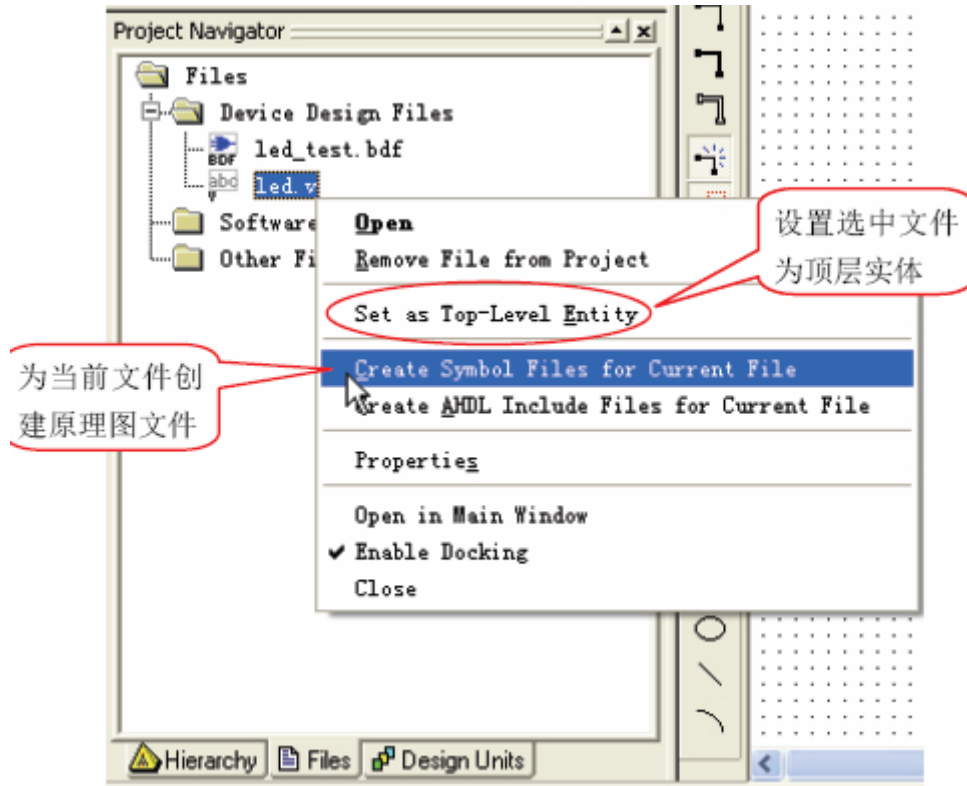

图 2.12 生成原理图文件
a. 如图 2.12 所示，在Project Navigator窗口的Files标签中的led.vhd文件单击鼠标右键，在弹出的菜单中点击Set at Top-level Entity选项。将led.vhd设置为顶层实体。
(2) 从设计文件创建模块
如图 2.12 所示，在Project Navigator窗口的Files标签中的led.vhd文件单击鼠标右键，在弹出的菜单中点击Create Symbol Files for Current File选项。之后会弹出一对话框提示
a. 如图2.12所示，在Project Navigator窗口的Files标签中的.bdf文件单击鼠标右键，在弹出的菜单中点击Set at Top-level Entity选项。将.bdf设置为顶层实体。
(3) 添加led.bsff模块到Quartus II顶层模块
如图 2.12 所示，在Project Navigator窗口的Files标签中的led_test.bdf文件单击鼠标右键，在弹出的菜单中点击Set at Top-level Entity选项。将led_test.bdf设置为顶层实体。